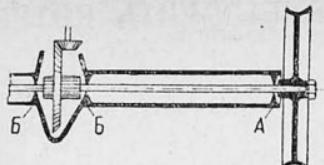
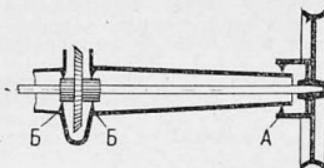
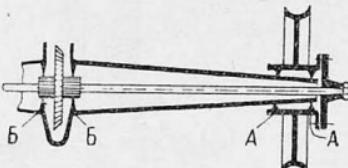

Рис. 8. Схема нагруженной полусоси. А — подшипники колеса; Б — подшипники ведомой шестерни главной передачи
Рис. 10. Схема трех четвертей разгруженной полусоси (А и Б — то же, что и на рис. 8)
Рис. 11. Схема разгруженной полусоси (А и Б — то же, что и на рис. 8)
1. **Нагруженная полуось.** Передает крутящее усилие и воспринимает усилия, действующие как со стороны колеса, так и со стороны главной передачи (рис. 8).
2. Полуразгруженная полусось. Передает крутящее усилие, разгружена от усилий, действующих в главной передаче, и нагружена только усилиями, действующими со стороны колеса (рис. 8).
3. Три четверти разгруженная полусось. Передает крутящее усилие, разгружена от усилий главной передачи и частично разгружена от усилий, действующих со стороны ведущего колеса (рис. 10).
4. Разгруженная полусось. Передает только крутящее усилие и разгружена от всех других усилий как со стороны колеса, так и со стороны главной передачи (рис. 11).
При второй системе классификации полусосей, если учитывать нагрузку, действующую на полусою только со стороны колеса, получится три типа полусосей, так как системы крепления подшипника колеса (рис. 8 и 9) аналогичны. В этом случае полусою, изобра-
женная на рис. 8 и 9, носит название «неразгруженной», на рис. 10 — «полуразгруженной» и на рис. 11 — «разгруженной».